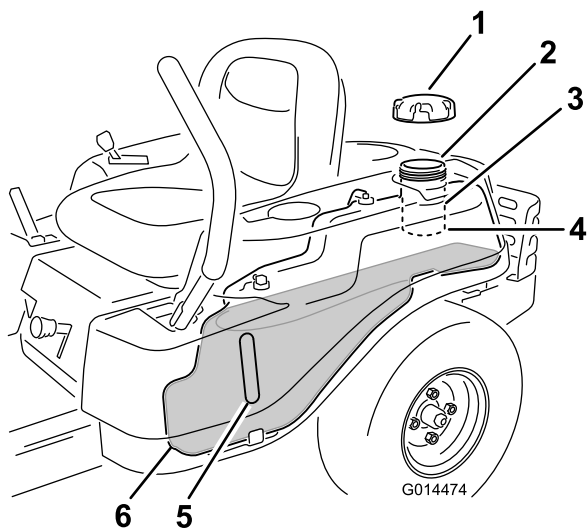

Figura 9
Nota: Puede utilizar la mirilla de combustible para verificar la presencia de gasolina antes de llenar el depósito (Figura 9).
2. Añada gasolina sin plomo **lentamente** hasta que el combustible llegue a la base del cuello de llenado (Figura 9).